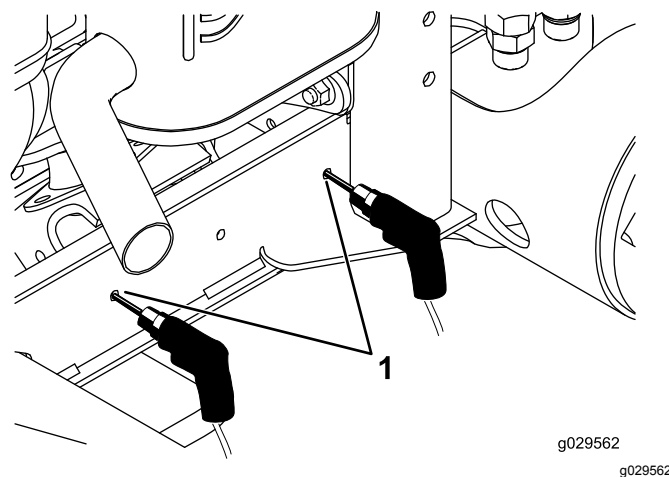

Bild 35
10. **8** Bohren Sie an den im 2. Schritt markierten Stellen 2 Löcher (Durchmesser: 7,137 mm) durch den Rahmenkanal (Bild 35).